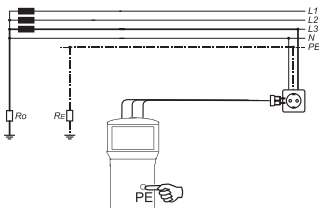
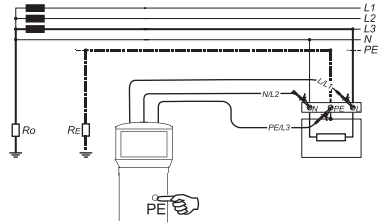

Bild 5.4.2: Anschluss Schleifenwiderstand, Prüfung mit Schukostecker
Bild 5.4.3: Anschluss Schleifenwiderstand, Prüfung mit Messleitungen
- ▶ Verbinden Sie nun die gewünschten Messleitungen mit dem Prüfobjekt, Anschluss siehe Bild 5.4.2 oder Bild 5.4.3.